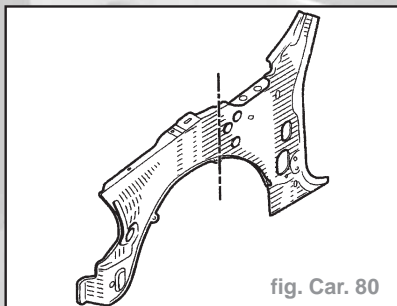

fig. Car. 80
- Cette opération s'effectue partiellement (voir coupe et méthode ci-après) (fig. Car. 80).